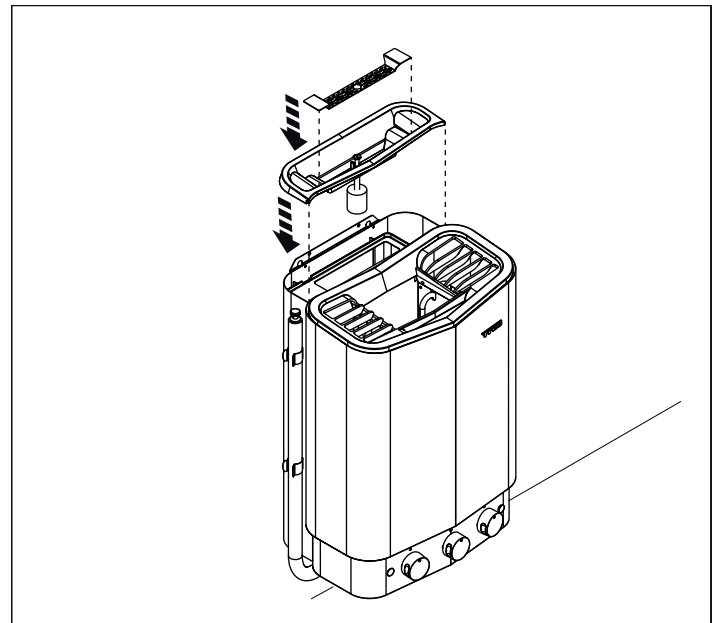

Fig 14: Montera locket till tanken och örtsilen
12. Montera locket till tanken och örtsilen, (se fig 14). Var försiktig med flottören.